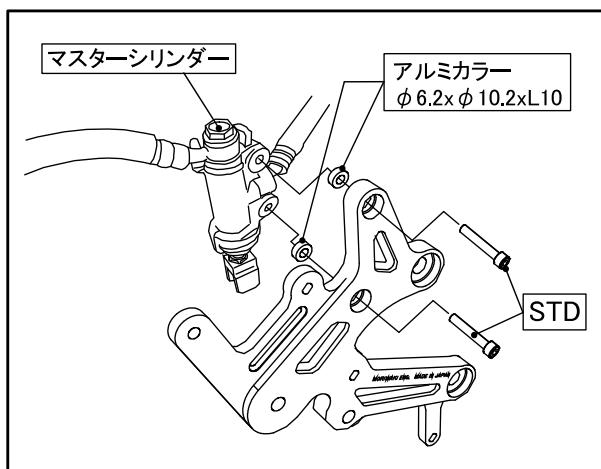

図2 マスターシリンダー取り付け
- ① STDステップ、フレームカバーを取り外します。
- ② 下記のSTDパーツをモリワキ製ステップに付け替えます。 (図2、3参照)